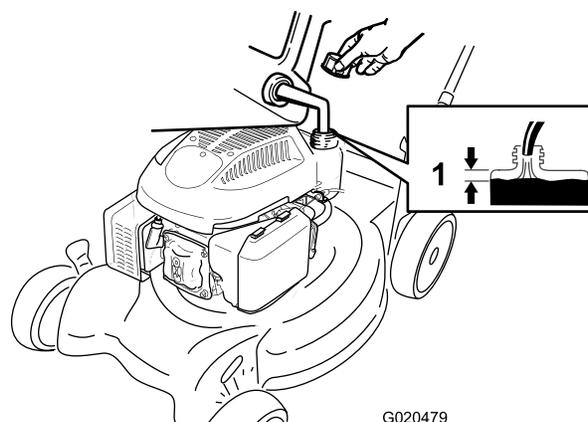

Figura 10
1. Pulite l'area intorno al tappo del serbatoio del carburante e togliete il tappo (Figura 10).